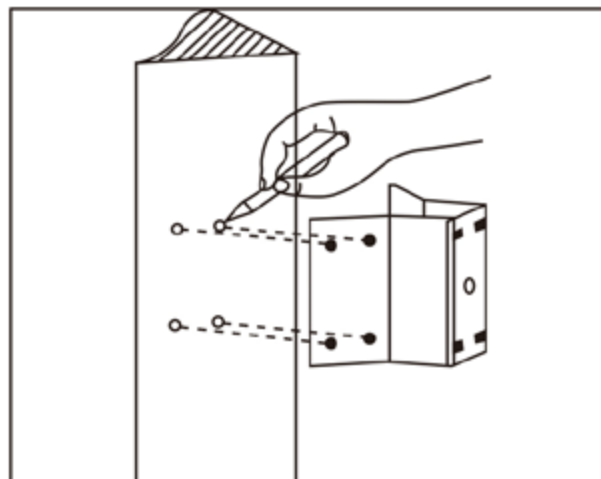

Fig. 5
a. Come mostrato in Fig. 5, utilizzare come riferimento i fori presenti sull'accessorio per il montaggio ad angolo, segnare i punti di foratura sulla parete con angolo di 90° e praticare i fori per l'inserimento dei tasselli ad espansione.